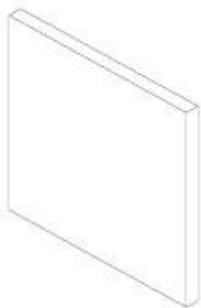

Abb. 1-22. Rutschfeste Neoprenunterlage
i. Rutschfeste Neopren-Unterlage. Die quadratische 15" (38,1 cm) und 1" (2,5 cm) starke rutschfeste Neopren-Unterlage in Abb. 1-22 wird auf glatten Beton- und Metalloberflächen benutzt und wenn Wasser und/oder Schmiermittel vorhanden sind. Die Unterlage verhindert zudem eine mögliche Funkenbildung in einer explosiven Atmosphäre, indem es Metall-/Metallberührungen bei bestimmten Stützenplatzierungen unterbindet.